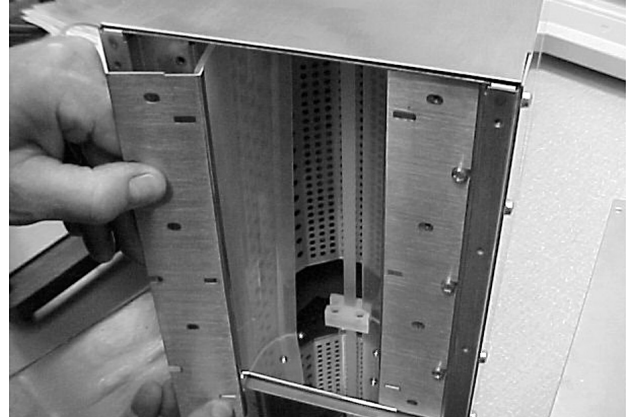

Abb. 5-9 Obere Gebläseabdeckung abnehmen
2. Siehe Abbildung 5-9. Die obere Gebläseabdeckung durch Abnehmen der 6 Schrauben (3 vorn und 3 hinten) abnehmen und beiseite legen.
3. Siehe Abbildung 5-9. 2 Schrauben seitlich neben dem Unicable-Stecker abnehmen.